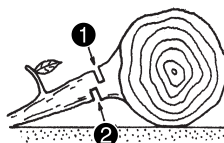

Fig. 26
- (2) Coupe des branches d'arbres à terre : Tronçonnez les branches qui ne touchent pas le sol avant celles qui le touchent. Si vous coupez des branches épaisses qui touchent le sol, commencez par couper environ la moitié de l'épaisseur par le dessus, puis coupez le reste de la branche par le dessous. (Fig. 26)